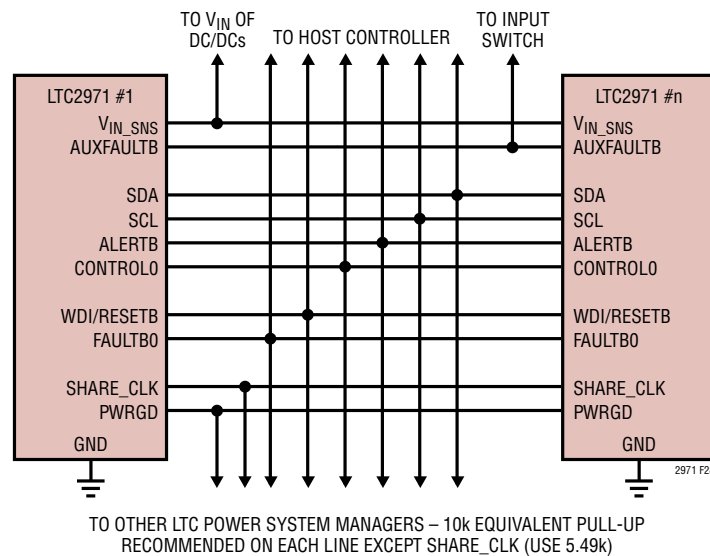

図28. アナログ・デバイセズの複数のパワー・システム・マネージャ間の代表的な接続
- PWRGDはMFR\_PWRGD\_ENコマンドでマッピングされた出力のステータスを反映します。図28では全てのPWRGDピンが相互接続されていますが、どの組み合わせを使用してもかまいません。